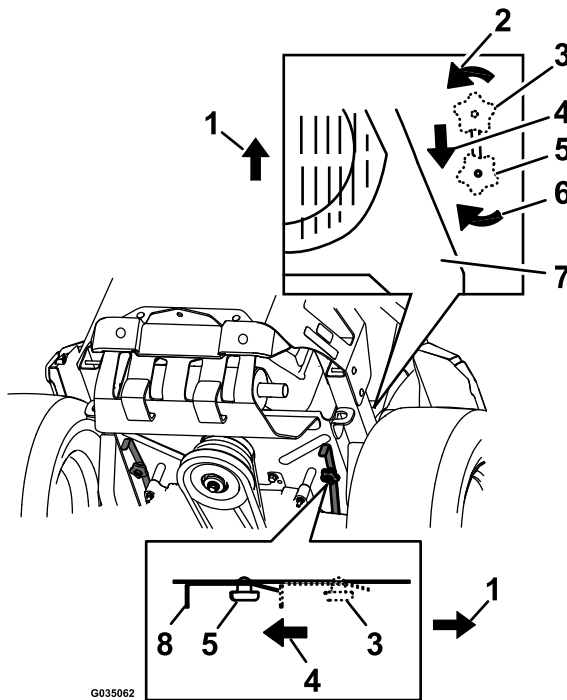

Bild 33
6. Zum Fahren mit der Maschine bewegen Sie die beiden Bypasshandräder in die VORWÄRTS-Stellung und arretieren sie (Bild 33).
4. Zum Schieben der Maschine bewegen Sie die beiden Bypasshebel nach hinten und arretieren sie (Bild 33).